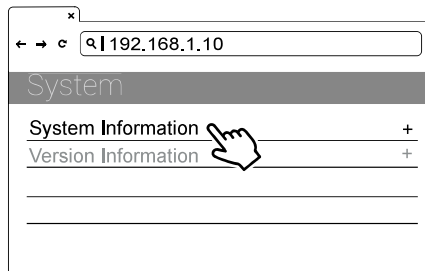

Abbildung 40. Informationen zu Datum und Uhrzeit
- 3) Auswahl: SET I Network I System Information I System DateTime. Siehe Abbildung 40.